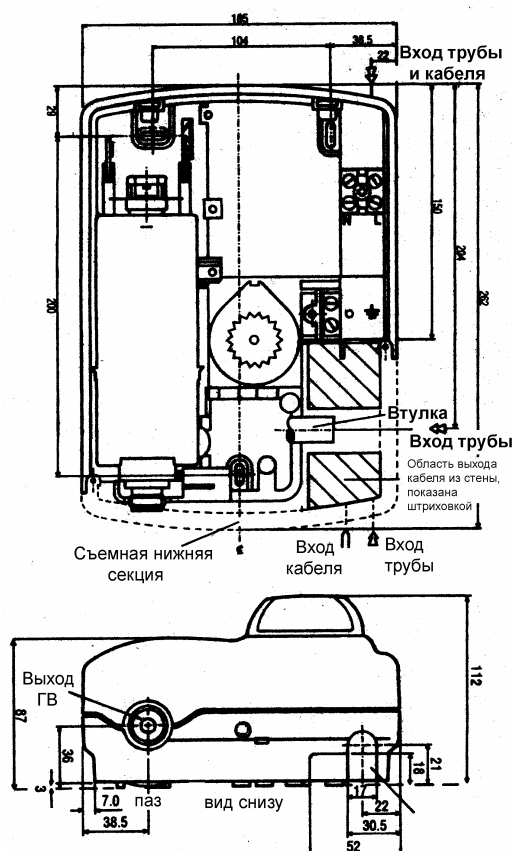

Рис. 4.8
2.8 Определите место подсоединения трубы холодного водоснабжения к водонагревателю (снизу, сверху, сзади или сбоку - см рис.4.8). Обратитесь к разделу 4 для более подробных инструкций.
4.4 Определите место установки кабеля и трубы холодного водоснабжения (см рис. 4.8).
При выборе подсоединения снизу кабель должен выходить из стены только в местах, в соответствии с рис. 4.8. Кабель, выходящий из стены, должен иметь длину не менее 280 мм для возможности подсоединения к клеммной колодке.